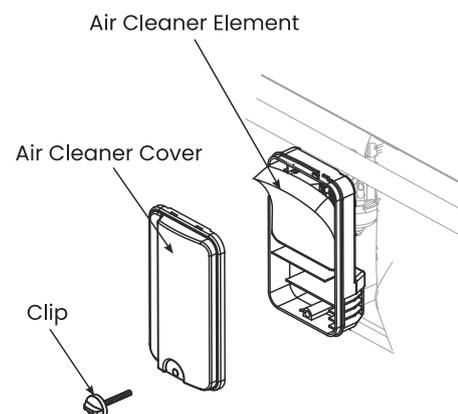

Figura 11: Destornille la cubierta del filtro de aire
3. Destornille la cubierta del filtro de aire e inclíne la cubierta hacia abajo (vea la Figura 11).